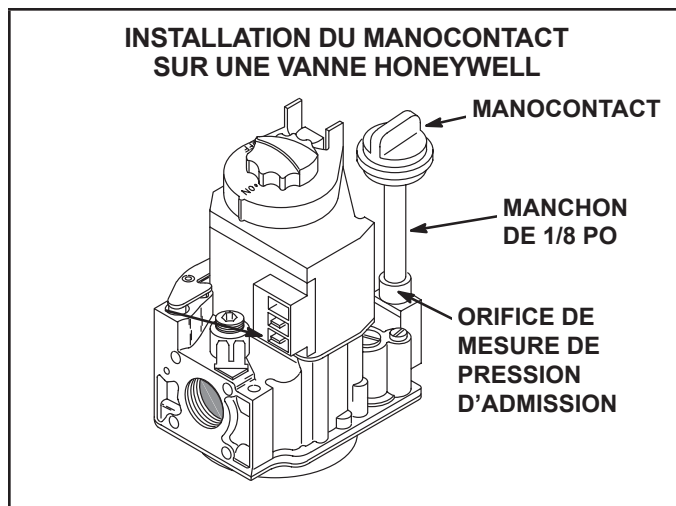

Figure 6
- Retirer la vis à tête de l'orifice de mesure de la pression d'entrée de la vanne de gaz. Appliquer un agent d'étanchéité sur les filets du manchon en fonte de 1/8 po et visser l'ensemble manoccontact/manchon en fonte dans l'orifice de mesure de la pression d'entrée de la vanne de gaz. Voir la Figure 2 ou 3 pour l'emplacement de la vis de réglage de la pression du gaz. Les Figures 6 et 7 représentent les manoccontacts installés.